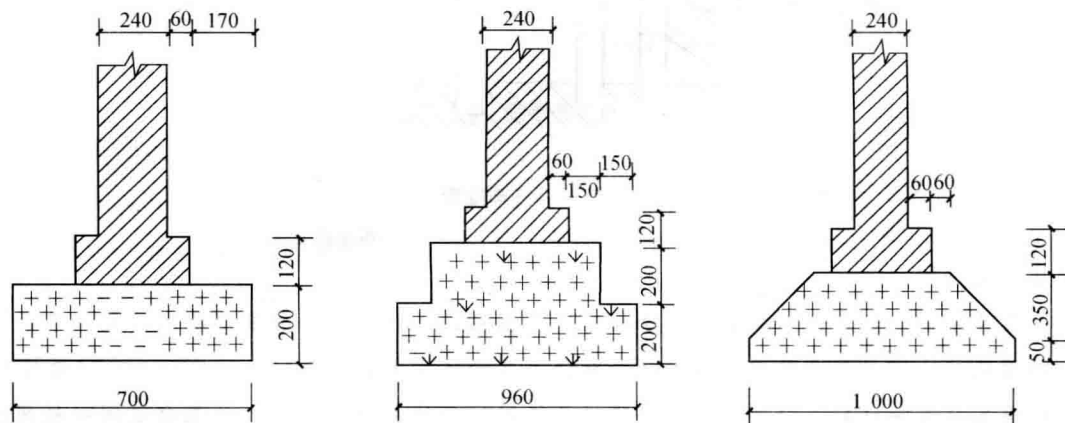

图 1-8 素混凝土基础构造图
实例 素混凝土基础构造图 (图 1-8)
- (1) 素混凝土基础可以做成台阶形或梯形断面。
- (2) 做成台阶形时，总高度 H 在 350 mm 以内做成 1 层台阶；总高度 H 在 350 mm 与 900 mm 之间时，做成 2 层台阶；总高度 H 大于 900 mm 时，做成 3 层台阶，每个台阶的高度不宜大于 500 mm，如图 1-8 所示。